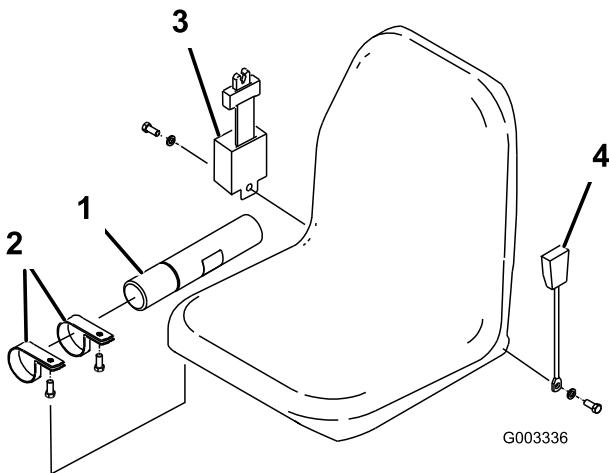

Bild 3
1. Befestigen die das manuelle Rohr mit den beiden Schellen, die lose mitgeliefert werden, an der Sitzfederung (Bild 3).
2. Montieren Sie den Sicherheitsgurt mit je einer Schraube und Sicherungsscheibe, die lose mitgeliefert werden, an beiden Seiten des Sitzes (Bild 3). Der